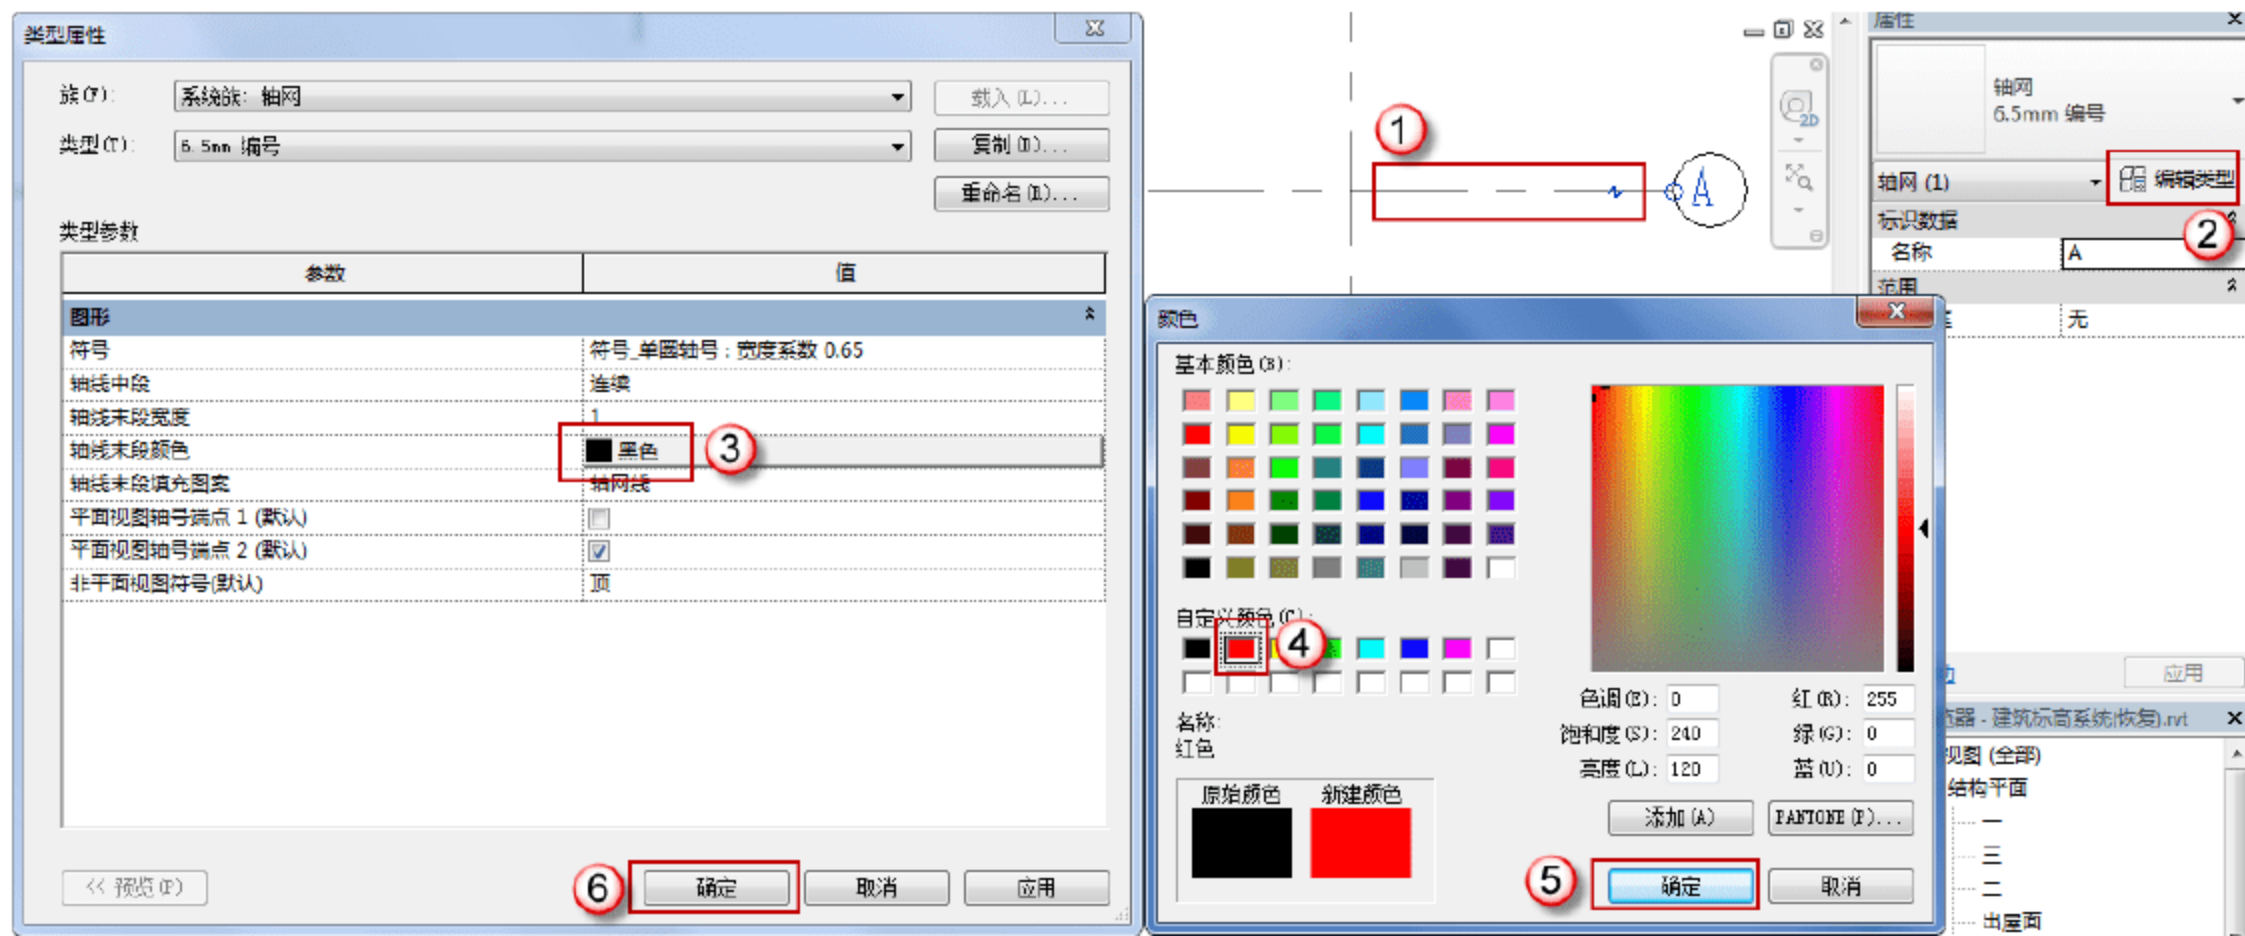

图 1.3.21 调整轴线颜色
(1) 轴线的颜色。单击任意轴线，在“属性”面板中单击“编辑类型”按钮，在弹出的“类型属性”对话框中将“轴线末段颜色”设置为“红”色，如图 1.3.21 所示。